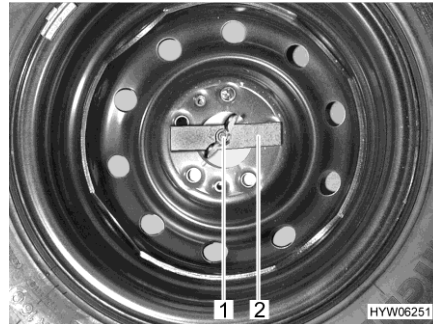

Fig. 181 Roue de secours dans le coffre arrière
- Desserrer l'écrou papillon (Fig. 181,1) à la main et le dévisser.
- Retirer la pièce (Fig. 181,2).